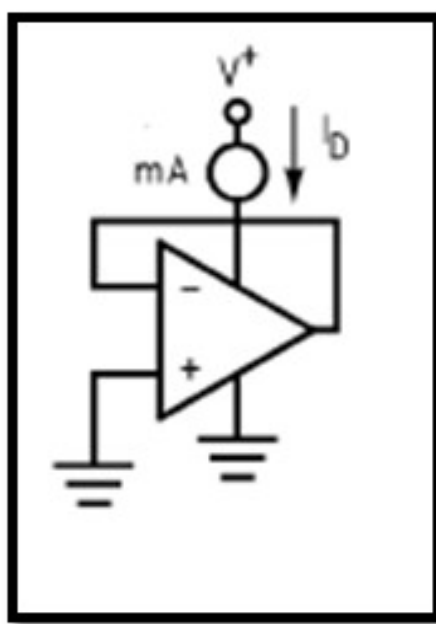

Figura 16: Circuito para medición de ICC
- **Supply current** (per amplifier) (I_{CC}): la corriente que circula a través de los terminales V_{CC+} y V_{CC-} del amplificador operacional. Este parámetro se puede medir con un amperímetro en serie con la alimentación del integrado, pasivando la entrada del circuito. El circuito propuesto por ende, será el de la figura 16.